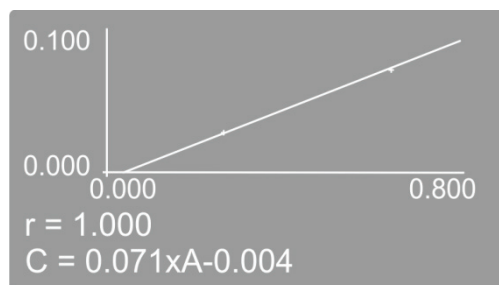

Рисунок 15 - Построение градуировки.
8. После набора концентраций и измерения выбранного числа образцов на экране будет построен градуировочный график (Рисунок 15), приведены коэффициент корреляции r и градуировочное уравнение, которое сохраняется в памяти прибора и будет доступно в режиме «Загрузить градуировку» (пункт 8.10.2).
3. На экране будет построен градуировочный график (Рисунок 15), приведены коэффициент корреляции r и градуировочное уравнение.